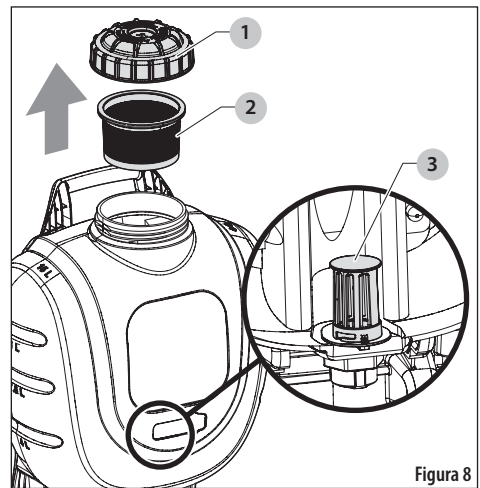

Figura 8
1. Desensrosque la tapa (1) y colóquela sobre una superficie limpia en la que no se acumule suciedad, polvo, recortes de hierba u otros desechos. Vea la *Figura 8*.
2. Retire la cesta del filtro (2) y retire cualquier residuo. Coloque la cesta del filtro (2) sobre una superficie limpia en la que no se acumule suciedad, polvo, recortes de hierba u otros desechos.
4. Compruebe que el filtro del depósito (3) está en su sitio, que la malla está intacta y que no está obstruida por suciedad. Ver *Mantenimiento del filtro del tanque*.